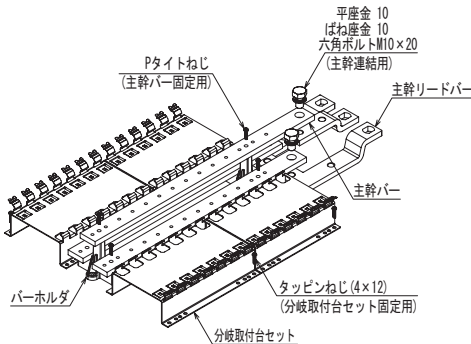

図3
2. 主幹バーの取付け (図3)
3. 分岐取付台セットの取付 (図3)
4. 主幹リードバーの取付 (図3)